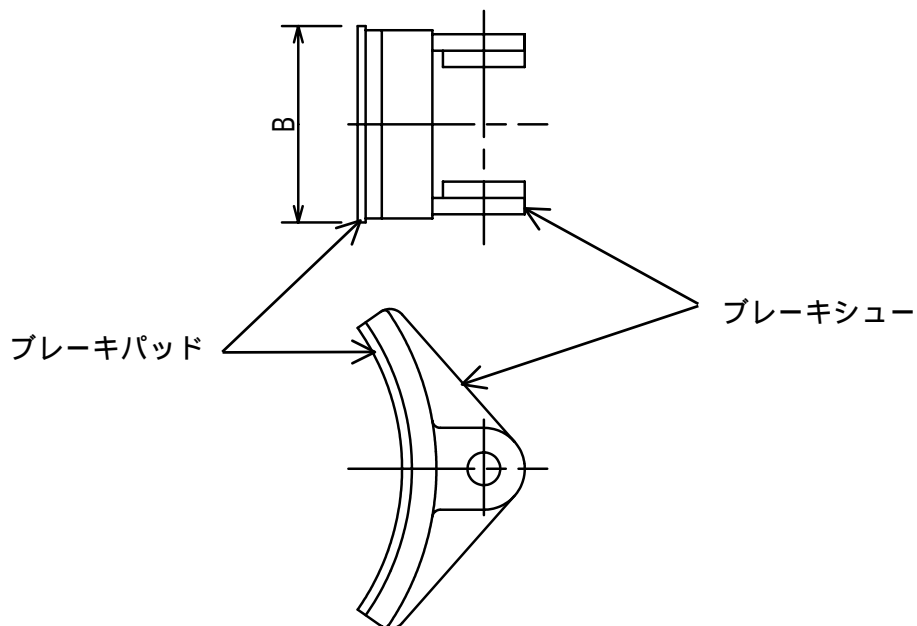

図4 . ブレーキパッド形状
*:B寸法は、図4のブレーキパッドの幅寸法 (mm) を示す。